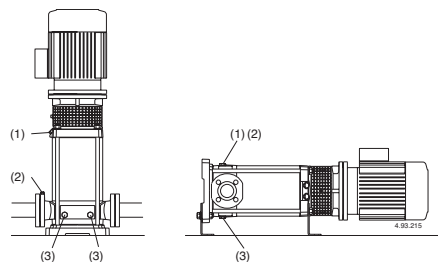

Fig. 4 (1) Fyllning samt lutskruv
Om den sugande funktionen upphör (tryckmanometern svänger eller om trycket minskar/ökar) se till att alla röranlutningar på sugsidan är tätta, repetera avluftningen på sugsidan (2), se till att avluftningsskruven (2) samt dräneringspluggen (3) är tätta på sugsidan (**fig. 4**).
För att förlänga livslängden skall pumpen som vid pumpning av förorenade vätskor köras med en ren vätska efteråt för att avlägsna partiklar eller, efter dränering genomförs rengöring genom att rent vatten (minst 40 liter) hälls in genom fyllnadspluggen (1) på trycksidan tills det kommer ut genom dräneringshålet (3) på sugsidan (**fig. 4**).
Före demontering skall alla ventiler stängas samt pumpen avtappas helt på vätska (fig. 4).